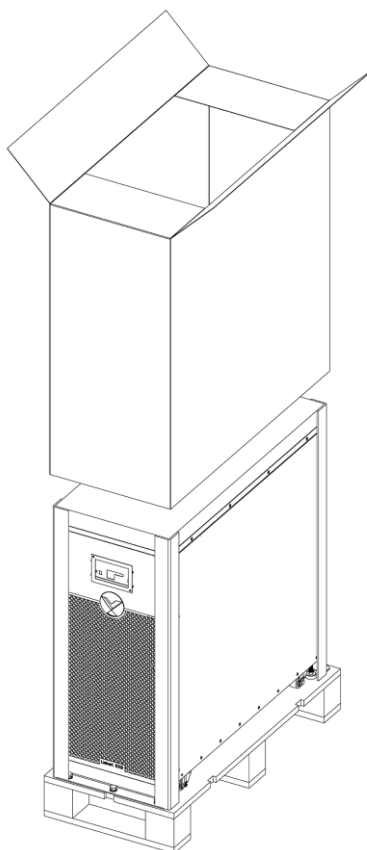

图2-3 拆除防护纸板
2. 如图 2-3 所示，拆除纸箱、缠绕机柜的塑料薄膜、四角的防护纸板。